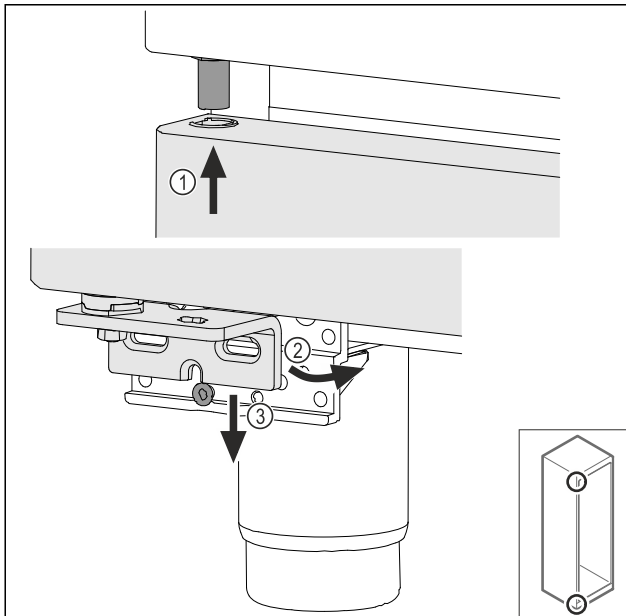

Fig. 47
- ▶ Зачепити двері зверху під нахилом Fig. 47 (1), вирівняти двері прямо Fig. 47 (2) і знизу встановити на гвинт Fig. 47 (3) опорного кронштейну.